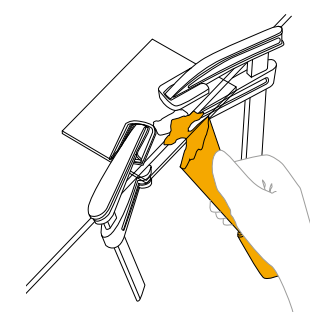

Abb. 7
- das zubereitete Zweikomponentengemisch mit Hilfe einer Spachtel andrücken (Abb. 7);